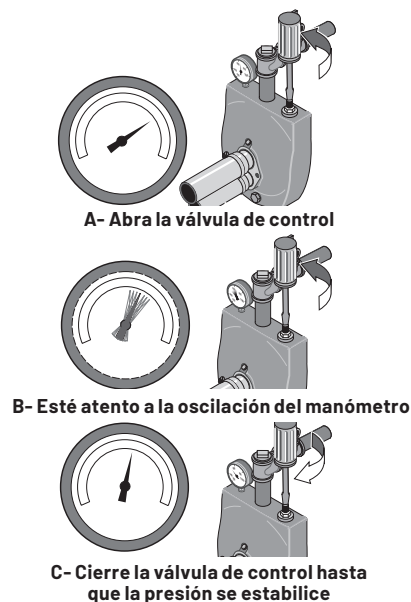

Figura 14: Ajuste la válvula de control
5. Cuando la presión se haya acumulado y estabilizado en alrededor de 50 PSI, abra lentamente la válvula de control (ver Figura 14) y deje que la presión descienda hasta que la aguja del manómetro comience a oscilar. Cuando la aguja oscile, cierre la válvula lo suficiente para detener la oscilación (ver Figura 14). Su bomba ahora está funcionando en su punto más eficiente.
8. La boquilla en los modelos de 1/2 HP se puede quitar de la carcasa de la bomba con cualquier llave de tubo estándar de 1-1/4" con una extensión (Figura 14). En los modelos de 3/4 y 1 HP, el tubo venturi y la boquilla se pueden quitar de la misma manera usando un tubo de 27/32" para el venturi y un tubo de 9/16" con extensión para la boquilla.